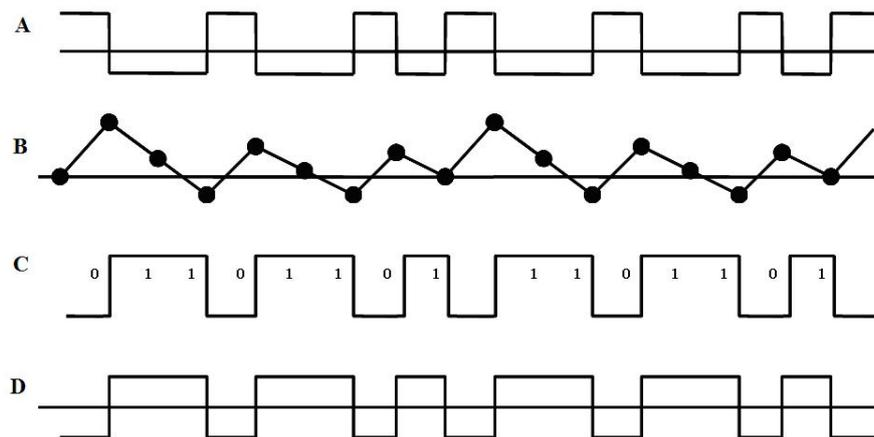

图3 1阶 Σ - Δ 调制器中各点信号的波形示意
(1) 要求(1)中，要求减法器、积分电路、比较器和1位DAC分别用独立电路实现，并在A、B、C、D信号处应留有测试口，以便对信号波形进行观察。图3给出了各点的信号参考波形示意。